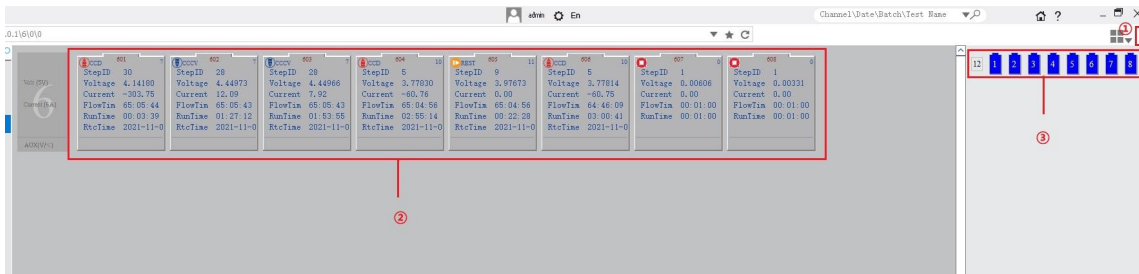

图 4-57 通道显示界面
辅助通道显示/隐藏的按钮位于工具栏中的最右方“侧边栏”①，如图 4-57 所示；②为主通道区，③为辅助通道区